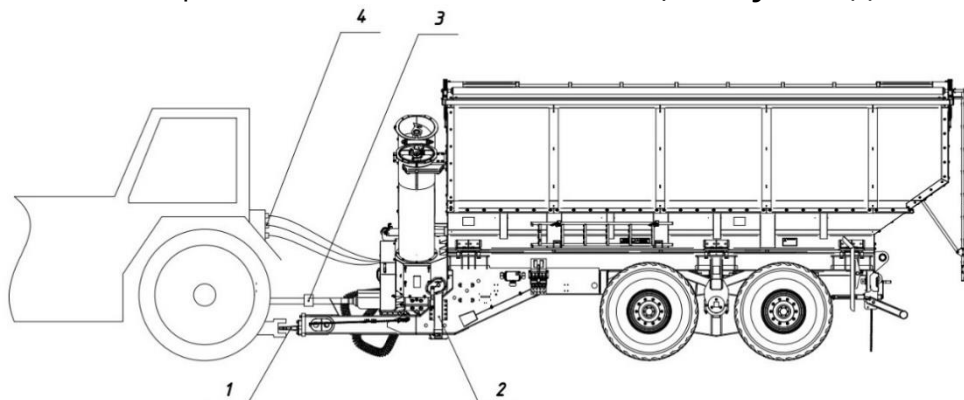

Рис. 5 - Схема соединения бункера
- выставить серьгу на уровень фаркопа трактора, отрегулировав высоту серьги с помощью опорной стойки (см. рис. 5);